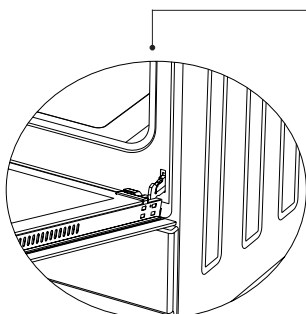

Figura 14.1
1. Abra completamente a porta do forno e retire-a abrindo o trinco da dobradiça com uma chave de fendas, como mostra a figura 14.1.